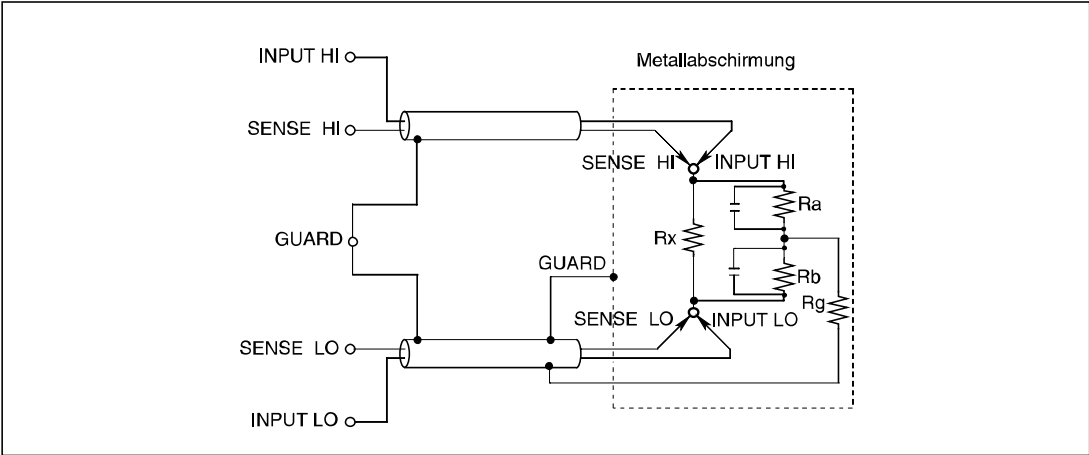

Abbildung 9. Ohm-Schutzmessungen
Sie können **Ω Guard** in ähnlicher Weise einsetzen, um die Einschwingzeit zu reduzieren, wenn Rx von einer beliebigen Kapazität überbrückt wird und ein geeigneter Anschlusspunkt verfügbar ist. Die Anschlüsse zur Durchführung von **Ω Schutzmessungen** werden in Abbildung 9 dargestellt. Drücken Sie **INPUTS** und wählen Sie dann **Ext. Schutz** (Ext. Guard), um die externe Schutzvorrichtung zwischen EIN (ON) auf AUS (OFF) umzuschalten. Siehe Tabelle 10.